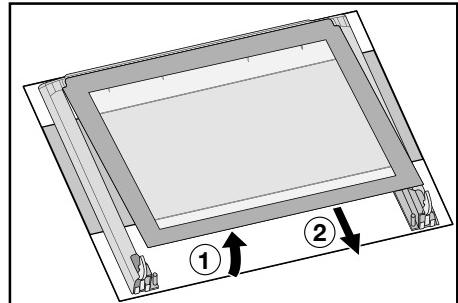

Abb. 13
- 9)** heben Sie die obere Scheibe vorsichtig etwas an und ziehen Sie die Scheibe heraus, die an dem Zierrahmen auf allen vier Seiten erkennbar ist (Abb. 13).